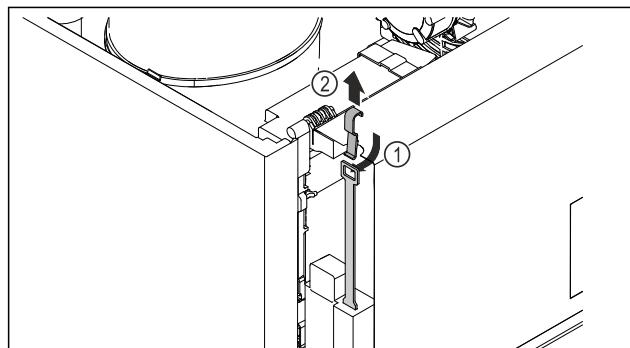

Fig. 248
- Iebīdiet ārkārtas atslēgšanas atslēgu Fig. 248 (1) no augšas, ieāķējiet slēzēni un pavelciet uz augšu Fig. 248 (2).